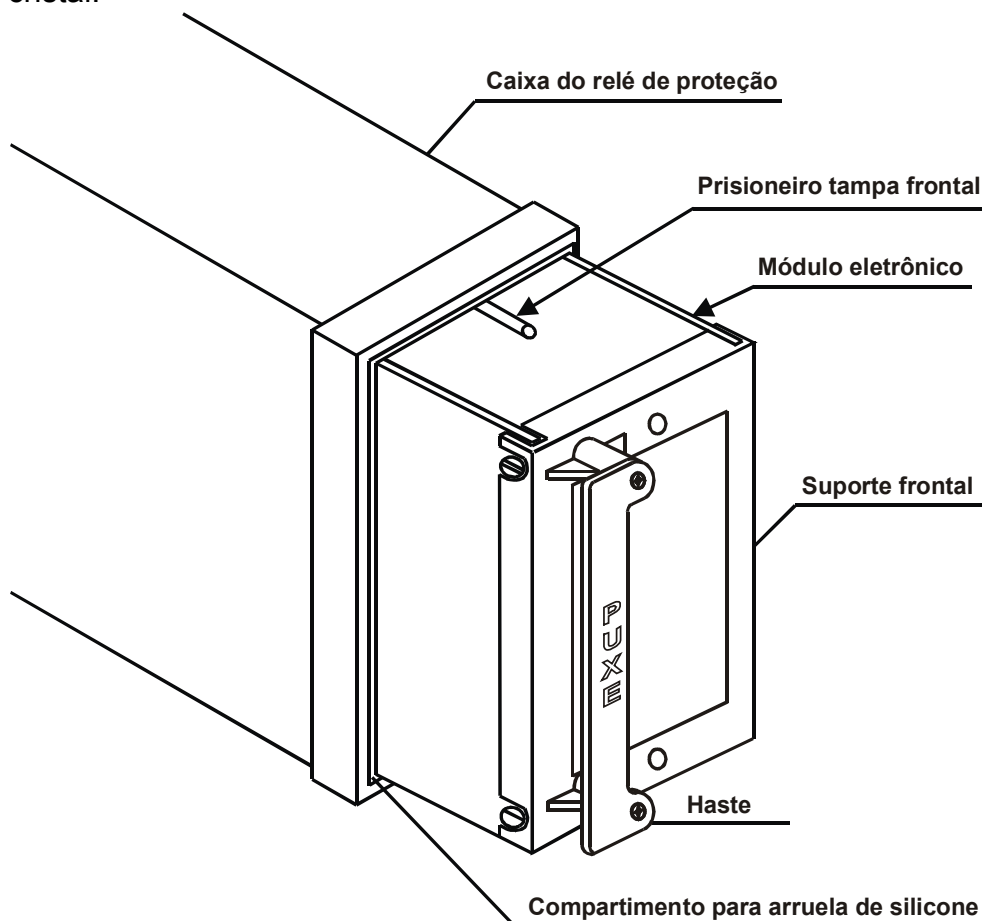
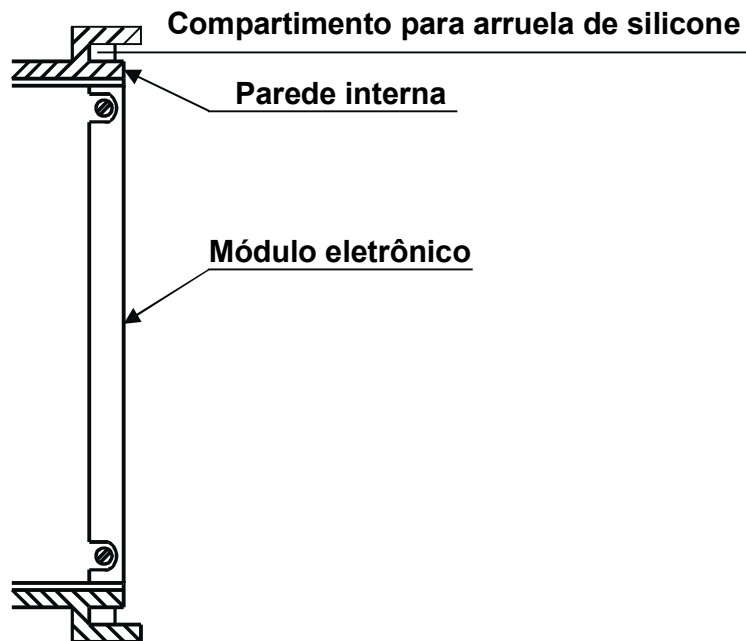

Figura 8 : Inserção do módulo eletrônico
Figura 9 : Vista em corte do encaixe do relé
- a) posicionar o módulo eletrônico ( figura 8 ) na caixa do relé. Utilize haste ( figura 8 ) para encaixar as placas de circuito impresso do módulo eletrônico nas guias internas da caixa.
- b) aplicar pressão nas laterais da haste ( figura 8 ) até que o suporte encaixe totalmente na caixa do relé, ou seja, o módulo precisa ficar totalmente alinhado com a parede interna do compartimento para arruela de silicone ( figura 9 ). Aplicar pressão considerável para um encaixe uniforme e seguro. O sistema de conexão é extremamente robusto e suporta o mecanismo de inserção do relé.